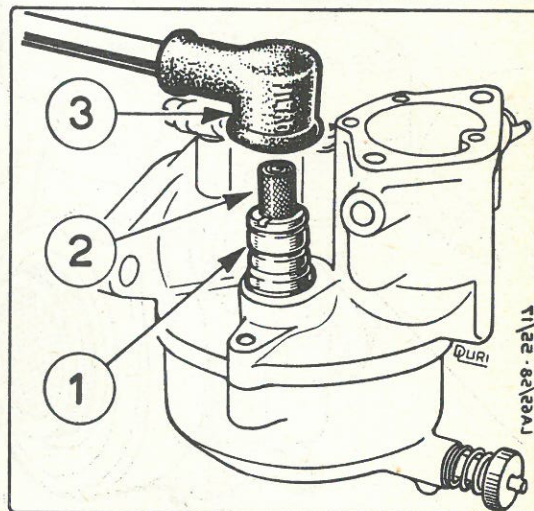

Fig. 3 - SMONTAGGIO DEL FILTRO
**PULIZIA DEL FILTRO COMBUSTIBILE SUL CARBURATORE** (Fig. 3) — Nell'interno del raccordo di entrata combustibile sulla vaschetta del carburatore è inserita una cartuccia filtrante di retina metallica. **E' necessario ispezionare e pulire assai di frequente** la cartuccia ad evitare ostruzioni nel passaggio del combustibile.
A tale scopo è sufficiente sfilare il manicotto di gomma 3) dal raccordo 1) e togliere la cartuccia 2) come indicato nella Fig. 3.
- g) Togliere il manicotto di gomma dal raccordo di entrata (Vedere Fig. 3), estrarre il filtrino e pulirlo dalle impurità che hanno ostacolato il passaggio del combustibile. Detta operazione va eseguita, se necessario, tutti i giorni.